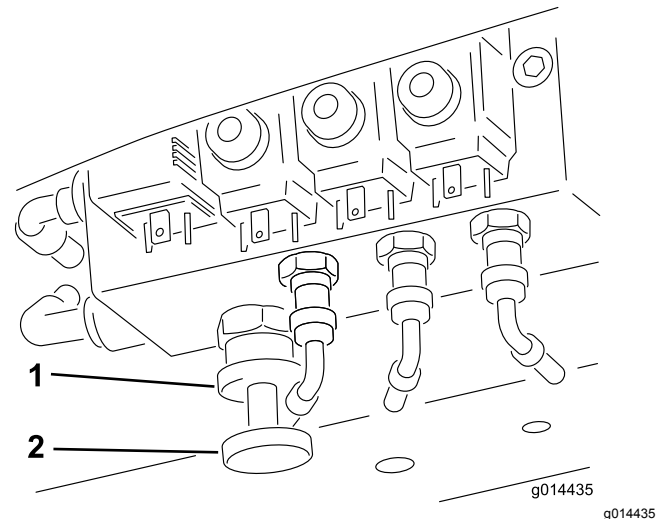

Figura 32
Trasferimento del peso. La portata del trasferimento di peso può essere variata a seconda delle condizioni in cui si opera, ruotando la rotella di trasferimento del peso (Figura 32) nel modo seguente:
1. Allentate il dado di bloccaggio della valvola girandolo di 1/2 giro in senso antiorario e mantenetele in questa posizione (Figura 32).
2. Ruotate la rotella della valvola (Figura 32) in senso antiorario al fine di ridurre il trasferimento di peso oppure in senso orario per aumentarlo.